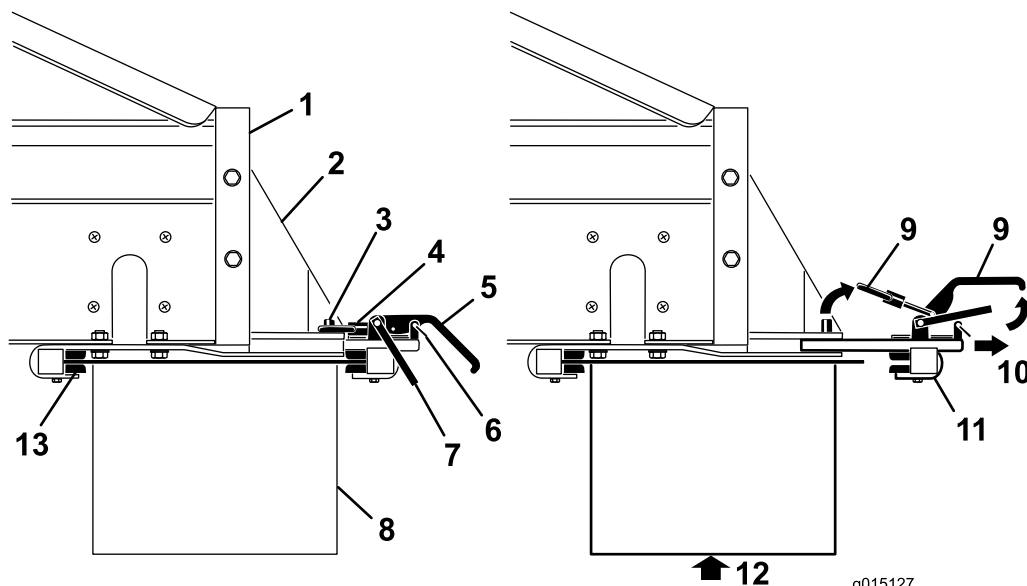

Bild 49
3. Entfernen Sie die Sicherheitsriegelclips von den Klemmgriffen (Bild 49).
4. Heben Sie zuerst den Sicherheitsriegel und dann die Klemmgriffe des Anbaugeräts an und lösen Sie die Arretierungsringe von den Arretierstiften (Bild 49).
5. Schieben Sie die hintere Anbaugerätklemme aus den Schnellbefestigungsschlitzen (Bild 49).
6. Setzen Sie die Vorderkante des Querförderers bzw. Drehzapfens mit Hilfe einer anderen Person auf und unter das Heck der Maschine in die vorderen Klemmen der Halterungen (Bild 49) ein.
7. Stützen Sie den Querförderer bzw. Drehzapfen ab und schieben dann die hintere Klemme des Anbaugeräts wieder in die Schlitze in den Halterungen und über die hintere Kante (Bild 49).
9. Setzen Sie die Sicherheitsriegelclips wieder auf die Klemmgriffe (Bild 49).